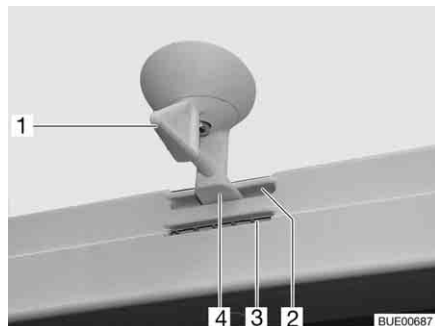
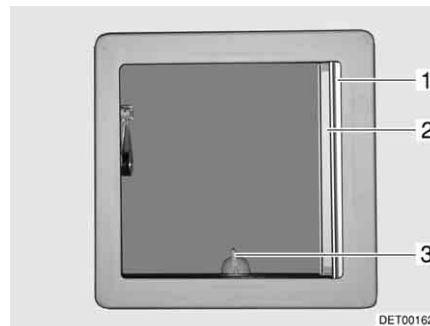

Fig. 56 Oblò inclinabile, bloccaggio
Fig. 57 Oblò inclinabile
- Ruotare la leva (Fig. 56,1 o Fig. 57,3) di un quarto di giro.
- Girare la leva di un quarto di giro. Il bloccaggio (Fig. 56,4) deve entrare nella feritoia inferiore (Fig. 56,3).
- Girare la leva di un quarto di giro. Il bloccaggio (Fig. 56,4) deve entrare nella feritoia superiore (Fig. 56,2).
- Tirare la tendina oscurante pieghevole (Fig. 57,1) fino alla posizione desiderata e rilasciare. La tendina oscurante pieghevole rimane in questa posizione.
- Estrarre la zanzariera a rullo (Fig. 57,2) fino a quando non scatta il bloccaggio dalla parte opposta.